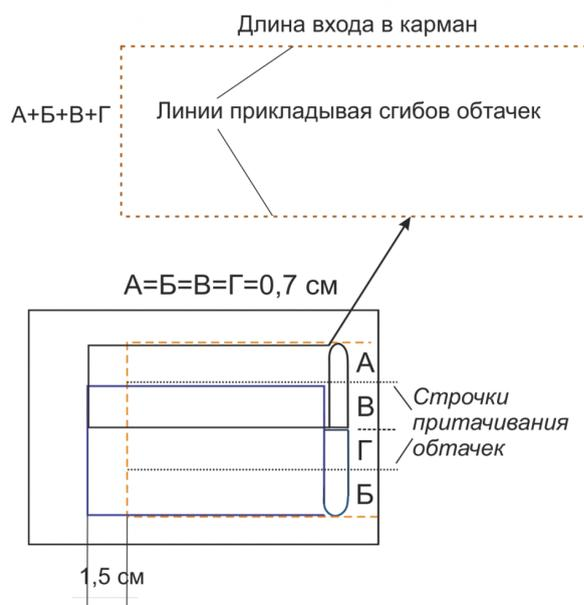

Рисунок 1. Обработка входа в карман баски-пояса
5.2. Заутюжьте обтачки пополам. Наметьте на них линии притачивания к баске (рис. 1). Длина обтачек равна длине входа в карман плюс 3 см. Ширина обтачек – 0,7 см, умноженное на 4.